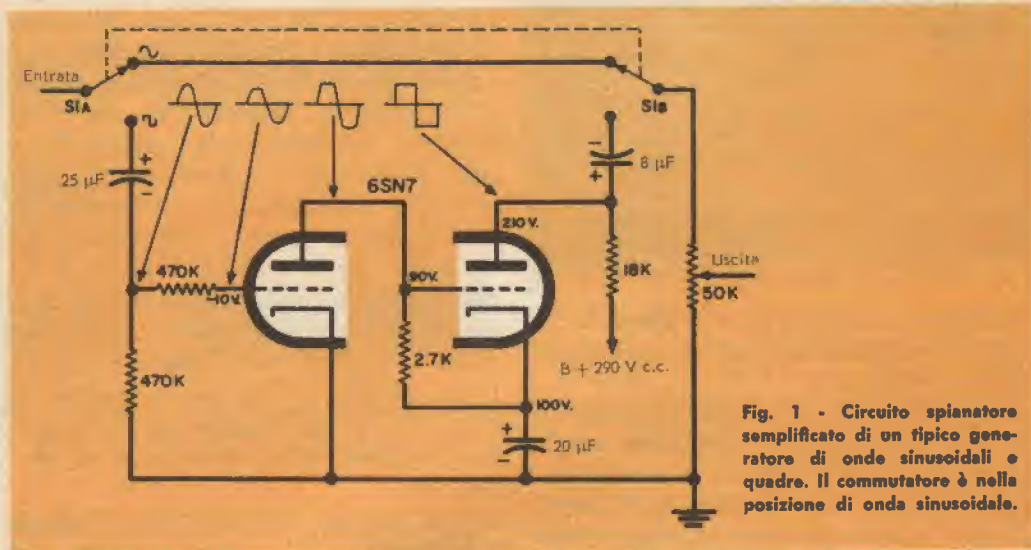

Fig. 1 - Circuito spianatore semplificato di un tipico generatore di onde sinusoidali e quadre. Il commutatore è nella posizione di onda sinusoidale.
**Fig. 1** - Nella tabella sono riportate le differenze fondamentali tra i sistemi di collegamento telefonico installati a terra e quelli sottomarini. Si noti come è diversa, nei due casi, la distanza fra un ripetitore e l'altro.
La tabella riportata in fig. 1 mette in evidenza alcune differenze tra tipici sistemi di terra e sottomarini.
**Il circuito di spianamento** - Vi sono due tipi fondamentali di generatori di onde quadre attualmente in uso; quello più semplice compie lo spianamento di un'onda sinusoidale. In fig. 1 è presentato lo schema semplificato della sezione ad onde quadre di un generatore ad onde sinusoidali e quadre (per un esame più completo dell'oscillatore si veda la serie di articoli « Il
In fig. 1 è rappresentato lo schema a blocchi del rice-
Fig. 1 - Il radiogoniometro DF-3 impiega un'antenna verticale; nell'uso quale indicatore di rotta durante la navigazione utilizza un'antenna a telaio. I rimanenti circuiti dell'apparecchio costituiscono un comune ricevitore radio.